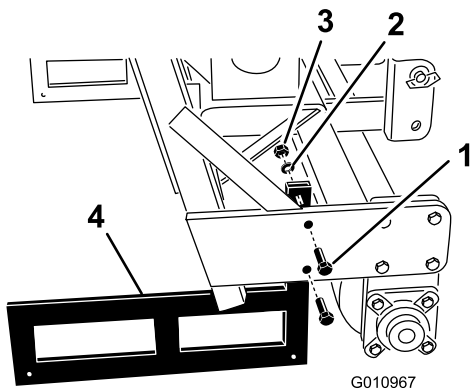

Bild 35
- Entfernen Sie die Schrauben, Sicherungsscheiben und Muttern, mit denen die Sicherheitsständer an jedem Ende des Aerifizierers befestigt sind (Bild 35).